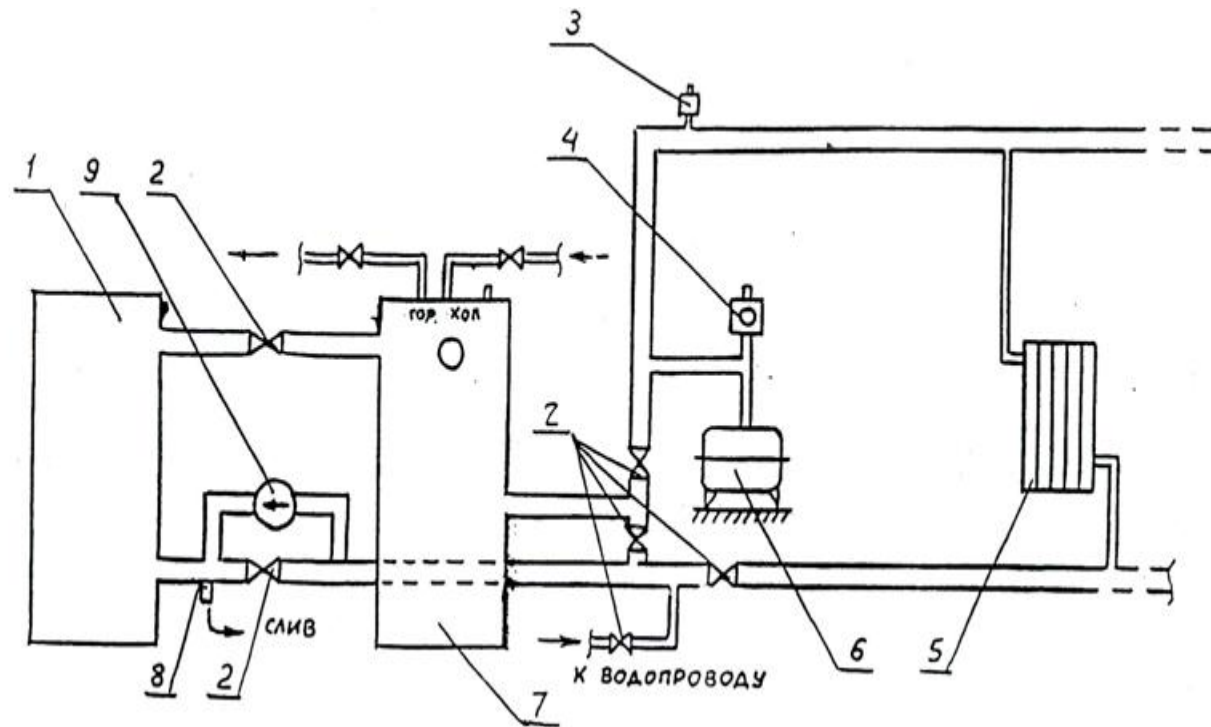

Рис.2. СХЕМА МОНТАЖА ВОДОПОДОГРЕВАТЕЛЯ С СИСТЕМОЙ ОТОПЛЕНИЯ
6.2. Установить водоподогреватель на место. Смонтировать согласно рис.2 и 3, и заполнить систему водой. Убедиться в отсутствии течи воды.
6.4. Регулировка “зимнего” и “летнего” режима работы водоподогревателя производится согласно рис.2 кранами (2).